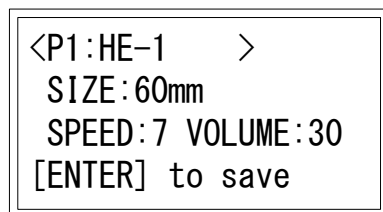

Abbildung 3-J: Bildschirm für die Programmeingabe
- Wenn Sie die **MENU** Taste ein weiteres Mal drücken, erscheint der Bildschirm für die Programmeingabe (Abbildung 3-J).